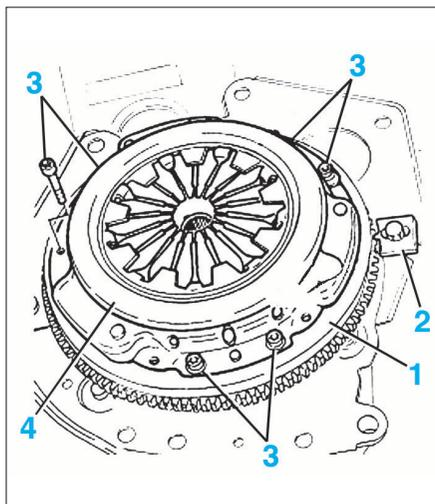

FIG. 1
- 2. Outillage de blocage du volant moteur ou outil Fiat (ref : 1860846000) (Fig.1).
• Bloquer le volant moteur (1) à l'aide de l'outil (2) (Fig.1).
• Déposer les vis de fixation (3) du mécanisme d'embrayage (4).